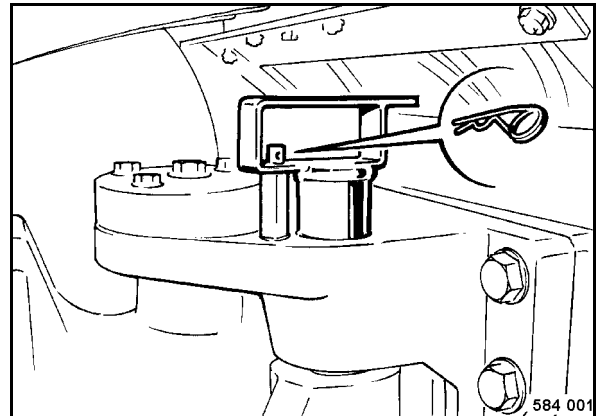

Fig. 83
- Sacar el pasador elástico (Fig. 83).